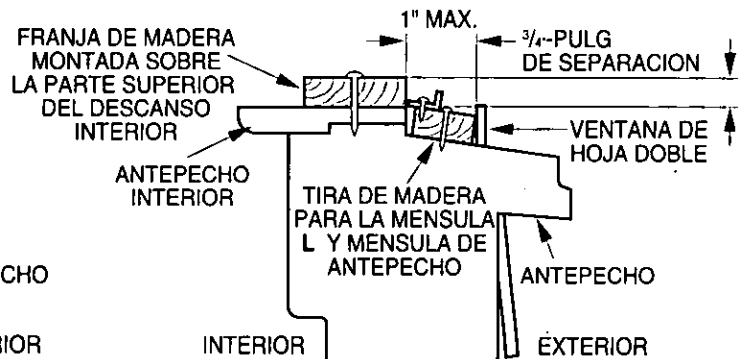

Fig. 5-2
2. Si la sobre-ventana estorba colóquese una tira de madera de 2" pulg de ancho a lo largo del descanso de la ventana por la parte que de internamente al cuarto, y en toda su extensión. La tira de madera debe ser lo suficientemente gruesa para elevar el descanso de la ventana, de tal manera que la unidad de aire acondicionado pueda ser instalada sin interferencia del marco de la sobre-ventana (storm window). Ver Fig. 5-2. La parte superior de la tira de madera debe estar aproximadamente a $\frac{3}{4}$ " de pulg más alta que el marco de la sobre ventana, (storm window) para ayudar a que el agua de condensación de la unidad fluya hacia afuera.
3. Instale una segunda tira de madera (aproximadamente 6" pulg. de largo, 1- $\frac{1}{2}$ " pulg de ancho y mismo espesor que la primer tira de madera) en el centro del descanso exterior, póngala contra la parte posterior del descanso interior. Esto elevará la ménsula L como en la Fig. 5-2.